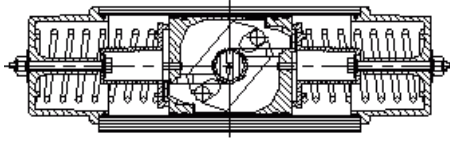

图2 RC200-SR
与DA执行机构相比，SR执行机构的活塞旋转了 180° ，如图2所示。这使活塞在其旋转运动时扭矩是增加的，虽然弹簧力在减小。
当DA执行机构的活塞按照图2所示安装时，就可在阀“开”的位置进行很好的调整。如需要执行机构可以在两端同时进行调整。活塞位置的可调节性使得在许多情况下都可以让执行器满足用户的要求。
4. 按照图 2 安装活塞。